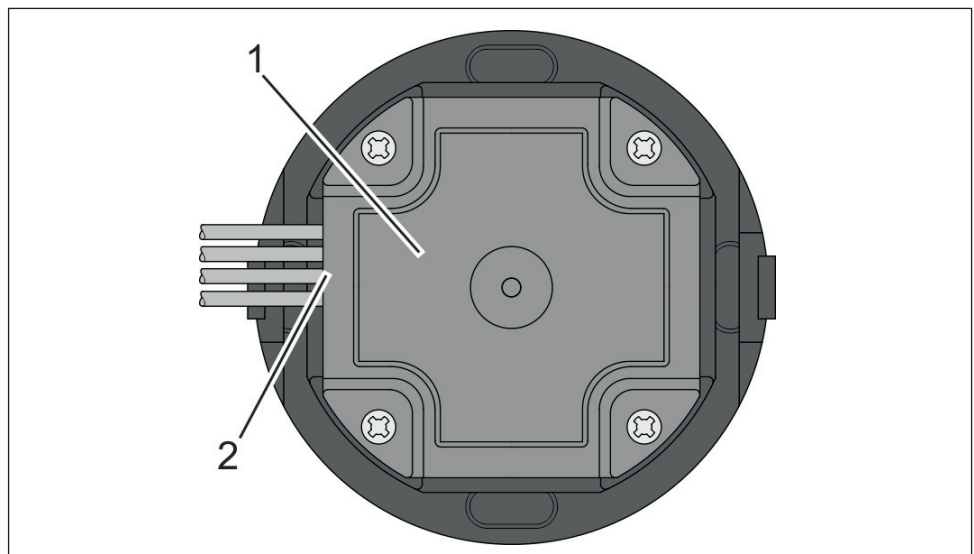

Fig. 14: Face arrière du lecteur WR 200 avec câble
4. Visser le recouvrement joint sur la face arrière du lecteur (Fig. 14/1).
Passer les câbles sur le côté des passages de câble rembourrés (Fig. 14/2).